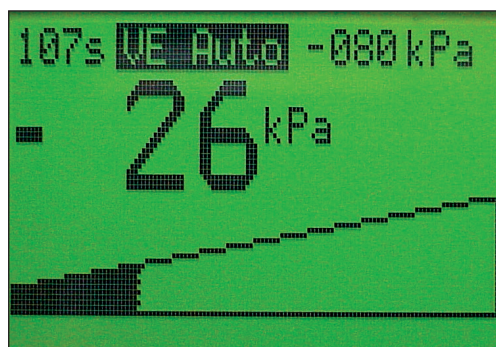

Fig. 17 Pantalla durante la generación de vacío automática
- Después de alcanzar el vacío base de -20 kPa, la generación de vacío automática se inicia y se indica mediante un tono de alerta. El tiempo sobrante (en segundos) para alcanzar el vacío final, es mostrado en la parte superior izquierda de la pantalla (Fig. 17)